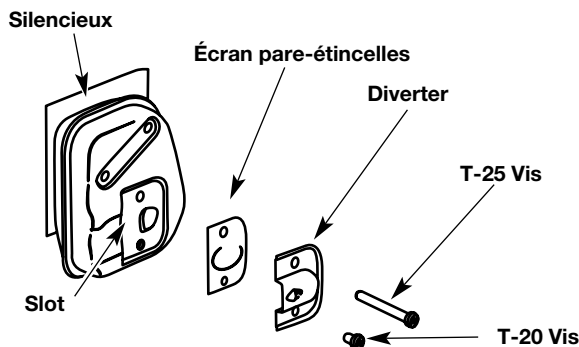

Fig. 56
2. Avec un tournevis plat ou une douille Torx T-20 et T-25, dévissez les vis attachant la couverture du pare-étincelles au pot d'échappement. (Fig. 56).